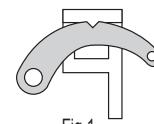

Fig.1
1. Respecter toutes les précautions de sécurité. Placer la base de la colonne de levage en dessous de la charge. Mettre le levier d'inversion en position haute ("UP") et contrôler qu'il est bloqué en place, l'échancrure du crochet étant correctement engagée dans la fente présente sur le bouton d'inversion (voir figure : 1). Faire monter les fourches jusqu'à ce qu'elles viennent en contact avec la charge au niveau du point de levage désiré. À ce stade, contrôler qu'il n'y a rien qui puisse faire obstacle à un levage correct.